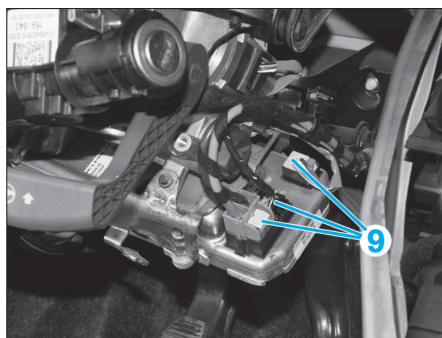

FIG. 9
- Débrancher les connecteurs du calculateur de la direction assistée (9) (Fig.9).